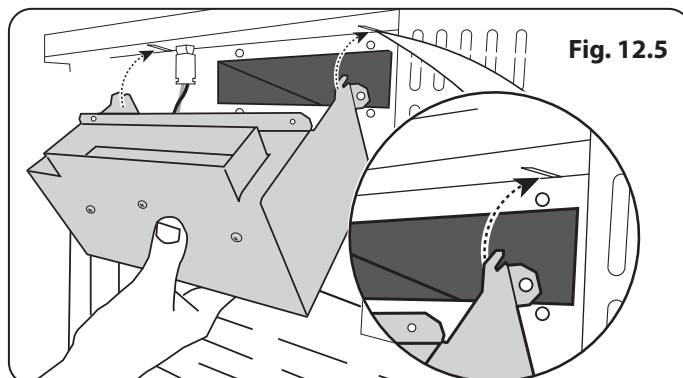

Fig. 12.5
3. El ventilador de refrigeración tiene dos pestañas que se conectan con las ranuras debajo de la ventilación del conducto de humos. Alinee con cuidado las pestañas de la caja del ventilador de refrigeración a las ranuras debajo de la ventilación del conducto de humos **Fig. 12.5**.